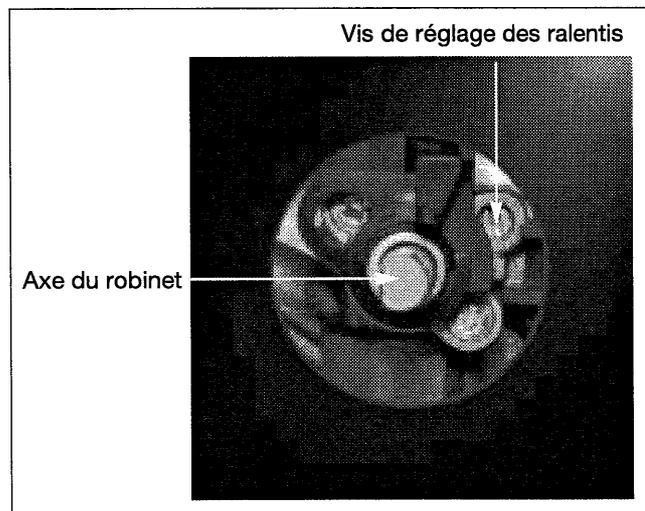

Fig. 5
- A l'aide du petit tournevis fourni dans la pochette, **vissez à fond** la vis de réglage des ralenti en laiton (jaune) (fig.5) **dans le sens des aiguilles d'une montre**.